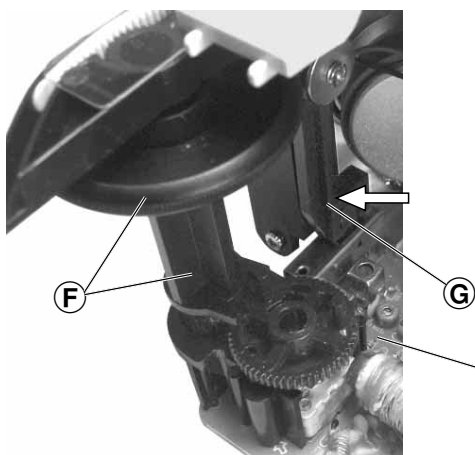

Fig. 4
- Tuningrad **F** (Fig. 4) ausrasten und herausnehmen.
- Achten Sie dabei auf die beiden Schalthebel **G** und **H** (Fig. 4/5).
- Disengage the tuning wheel **F** (Fig. 4) and take it out.